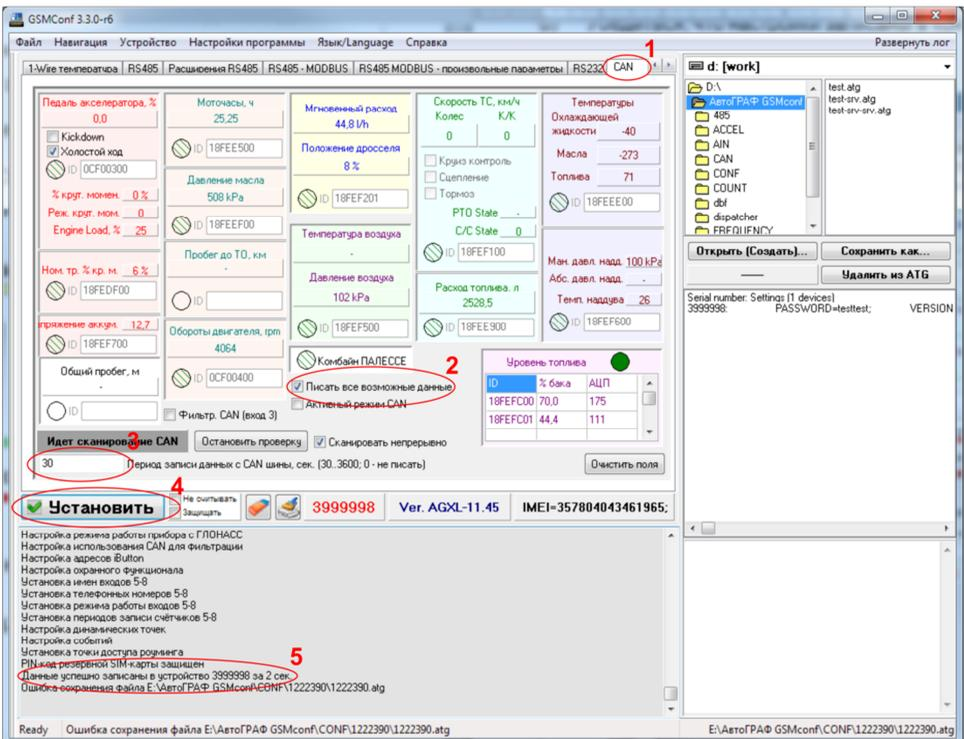

Рис. 4 – Конфигурация шины CAN.
- 1) Запустить программу GSMConf версии 3.1.3-r3 и выше, затем перейти на вкладку «CAN» (рис.4, п.1).
- 2) Установить галочку «Писать все возможные данные» (рис.4, п.2).
- 3) Задать период записи данных в контроллер (рис.4, п.3).
- 4) Записать настройки в контроллер, нажав кнопку «Установить» (рис.4, п.4).
- 5) Убедиться, что настройки записаны в контроллер – окне состояния появится запись «Данные успешно записаны...» (рис.4, п.5).